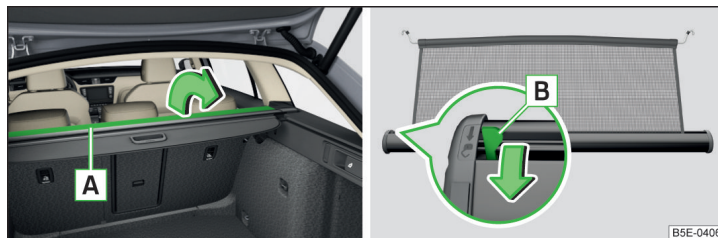

Fig. 117 Rabatarea unei părți a capacului rulant al portbagajului / pârghia de deblocare
- Rabatați o parte a capacului rulant al portbagajului **A** în sensul săgeții » fig. 117.
- Rabatați la loc o parte a capacului rulant al portbagajului **A**, în sens opus săgeții » fig. 117.
Dacă peretele despărțitor din plasă se blochează la desfășurarea din carcasă, atunci apăsați pârghia de deblocare **B** în sensul săgeții » fig. 117.